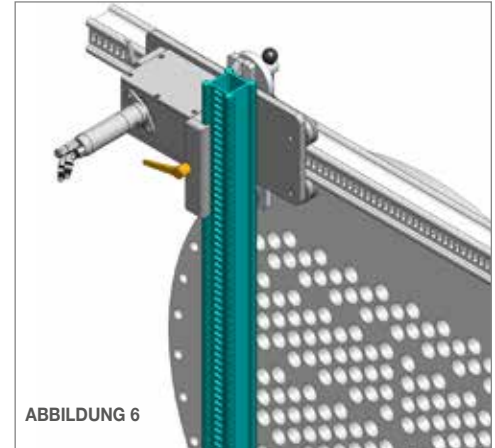

ABBILDUNG 6
6. Lösen Sie den **großen Einstellhebel** der vertikalen Schienenschnellspannvorrichtung. Richten Sie den Tragrollenschlitten mit der vertikalen Schienenschnellspannvorrichtung am horizontalen Schlitten aus. Montieren Sie die **vertikale Schiene** mit **den Schlitz nach außen** ganz unten an der horizontalen Schlittenschnellspannvorrichtung und zwischen den Rollen des Tragrollenschlittens. Justieren Sie die Position der vertikalen Schiene wie erforderlich und befestigen Sie die Schnellspannvorrichtung am horizontalen Schlitten durch Festziehen des großen Einstellhebels. **(Abbildung 6)**